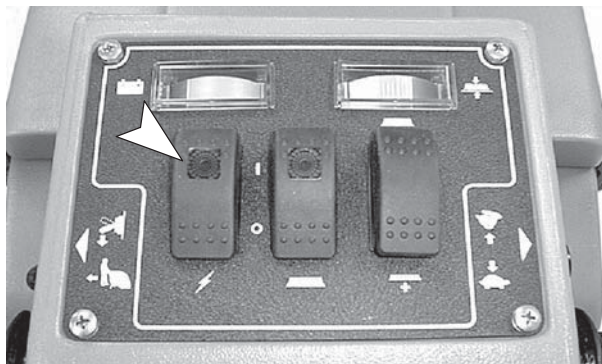

FIG. 10
1. Tournez la clé en position ON, si la machine en est équipée, puis activez le commutateur central d'alimentation (Figure 10).